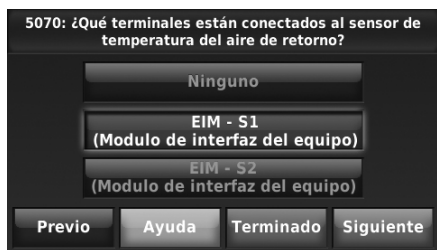

Fig. 9.
*cerciórese de elegir los terminales adecuados para los sensores del aire de descarga y de retorno. Por ejemplo, si el sensor del aire de retorno está cableado a S1, seleccione S1 (refiérase a la Fig. 9) para el sensor del aire de retorno.*